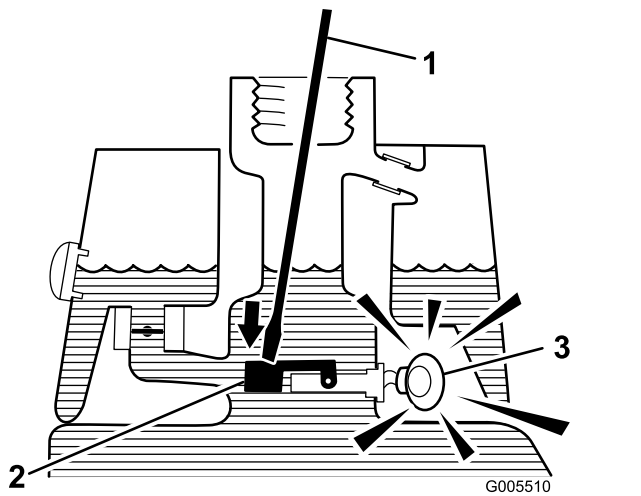

図 26
3. 汚れのない棒やドライバを差し込んで、フロートを軽く押さえてやる 図 26。秒後にアラームが鳴れば正常である。